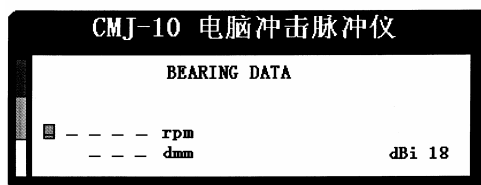

图 5B
- 再次按 SET 按钮，光标移到 rpm 行的首部（图 5B），如设置转数 3650 转/分，按光标移动按钮，光标在 rpm 向右移一位，压住其中一个箭头按钮，直到 rpm 到 3000。